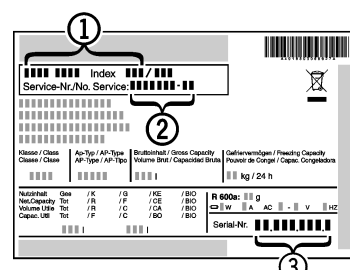

Fig. 6
- ▶ Leggere la denominazione dell'apparecchio *Fig. 6 (1)*, il numero di assistenza *Fig. 6 (2)* e il numero SN *Fig. 6 (3)* dalla targhetta identificativa. La targhetta identificativa è situata all'interno dell'apparecchio, sul lato sinistro.
- ▶ Informare il servizio di assistenza e comunicare il difetto, la denominazione dell'apparecchio *Fig. 6 (1)*, il numero di assistenza *Fig. 6 (2)* e il numero SN *Fig. 6 (3)*.